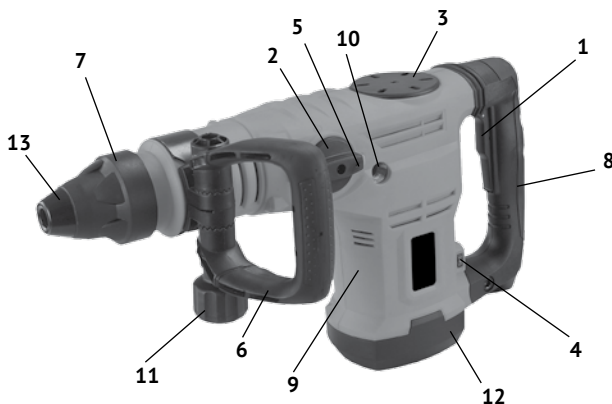

рис. 1
1.3 Основные узлы молотка (двигатель, редуктор и ударный механизм) расположены в пластиковом корпусе (рис.1 поз.9).
Крутящий момент с якоря электродвигателя, расположенного вертикально, через систему шестерён, передаётся на кривошипно-шатунный механизм. Кривошипно-шатунный механизм приводит в действие ударный узел молотка, и энергия удара передаётся на патрон. В зависимости от вида выполняемой работы, в патрон SDS – мах вставляется необходимая насадка (пика, долото) с соответствующим хвостовиком. Дополнительная рукоятка передняя (рис.1 поз.6) хомутом крепится на передней, цилиндрической части корпуса. Фиксируется рукоятка гайкой (рис.1 поз.11), в любом положении (от 0° до 360°), что удобно пользователю, как «правше», так и «левше».
1.4 Клавиша выключателя (рис.1 поз.1) расположена в передней части рукоятки (рис.1 поз.8), крепящейся к корпусу молотка (рис.1 поз.9) При необходимости, к корпусу молотка можно прикрутить боковую рукоятку (рис.1 поз.10), справа или слева.
Сверху, на корпусе молотка расположено окно смазки редуктора, закрытое крышкой (рис.1 поз.3). Перед каждым использованием инструмента, ключом (входит в комплект поставки) отвернуть крышку, проверить наличие смазки на кривошипно-шатунном механизме, при необходимости добавить из ёмкости, входящей в комплект.
Слева на корпусе редуктора молотка расположен переключатель режимов работы (рис.1 поз.2). Он фиксируется в одном из двух положений, отмеченных символами: «молоток» - долбление (без вращения) и «кружок» - стопор ствола. Нажав фиксатор (рис.1 поз.5) в торце ручки переключателя, поворотом ручки со стрелкой, совместить с нужным символом. Достигнув нужного положения, фиксатор возвращается в исходное положение, закрепляя ручку в выбранном положении.
В нижней части корпуса, со стороны рукоятки, расположен диск регулятора оборотов двигателя (рис.1 поз.4). Он регулирует скорость вращения якоря двигателя и частоту ударов рабочего инструмента.
Общий вид молотка представлен на рис. 1
При замене рабочих насадок следите за тем, чтобы колпачок (рис.1 поз.13), защищающий патрон от попадания пыли, не был повреждён.
- вращением гайки-фиксатора, ослабить хомут передней рукоятки (рис.1 поз.6);
- установить хомут на цилиндрическую часть корпуса молотка перед патроном (рис.1 поз.9);
Боковая дополнительная рукоятка, при необходимости, прикручивается в одно из двух отверстий (рис.1 поз.10) корпуса молотка.
В зависимости от обрабатываемого материала и установленного рабочего инструмента, регулятором (рис.1 поз.4) устанавливается необходимая частота ударов инструмента.
- при работе в режиме долбление, переключатель (рис.1 поз.2) в положении «молоток».
- при замене насадок в патроне переключатель (рис.1 поз.2) в положении «кружок» - стопор ствола патрона.
3.2 Для замены щёток необходимо открутить крышку корпуса молотка (рис.1 поз.12). Щётки следует заменять парой для обеспечения равной степени их давления на коллектор якоря.